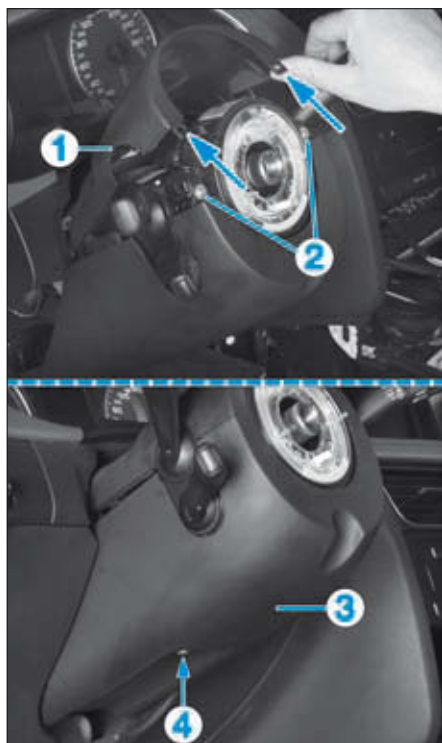

FIG. 2
- Dégrafer la garniture supérieure (1) de la colonne de direction (Fig.2).
- les 2 vis (2) de fixation de la garniture inférieure (3),
- la vis (4) de la garniture inférieure (3),
- la garniture inférieure (3).